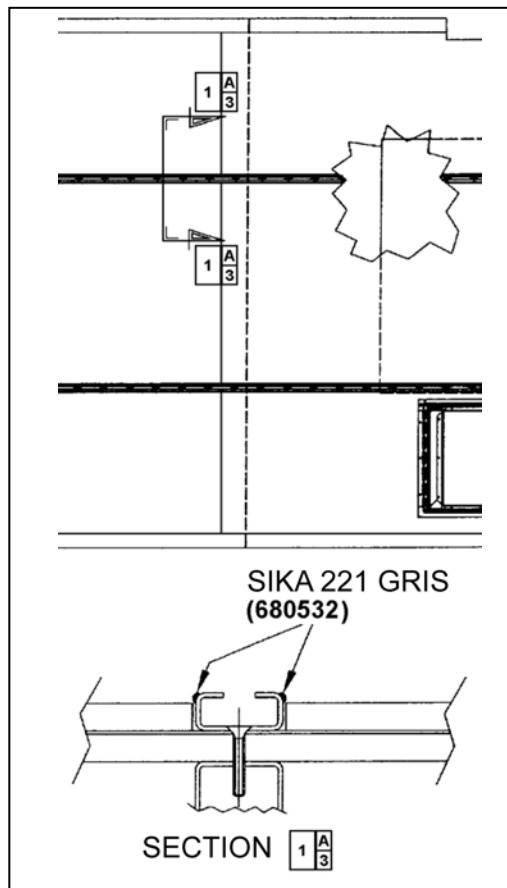

FIGURE 50 : APPLICATION DE SIKA 221 GRIS 18641
8. Appliquer du produit d'étanchéité Sikaflex 221 gris (680532) le long des voies de fixation du siège passager (voir la figure 50).